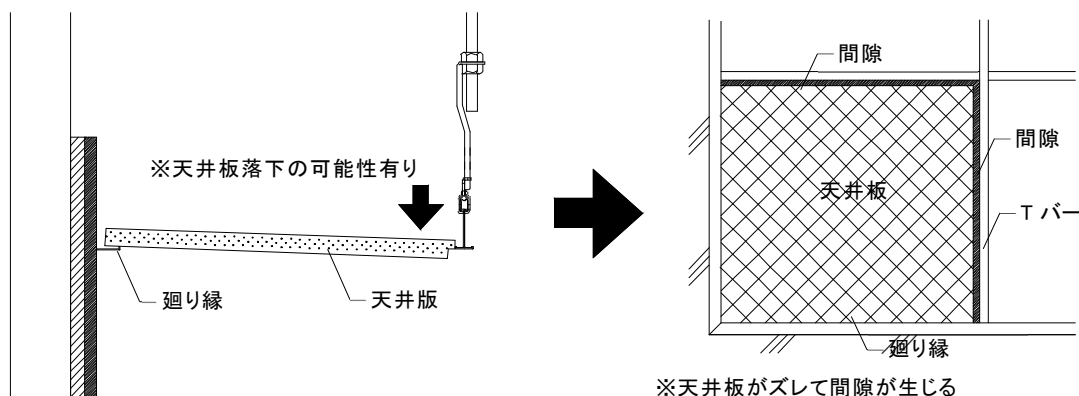

図2-8-1 天井板切断の誤り例 (指定寸法より短い場合)
②壁際周辺の天井板については、現場で必要寸法を実測して切断して天井板を載せ掛ける。設置時は、以下の点に留意すること。
5) 壁際やコーナー部の天井板を設置の際、指定寸法より短い場合はTバーとの間に隙間が空き天井板が落下する恐れがある為、必ず指定寸法で切断すること。(図 2-8-1 参照)